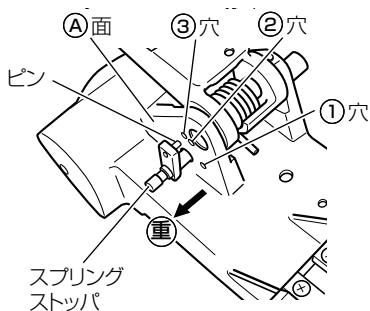

図 6
薄肉および小径材料を切断する際は、バイスガイドをバイス (B) に取付けてください。(図 6)